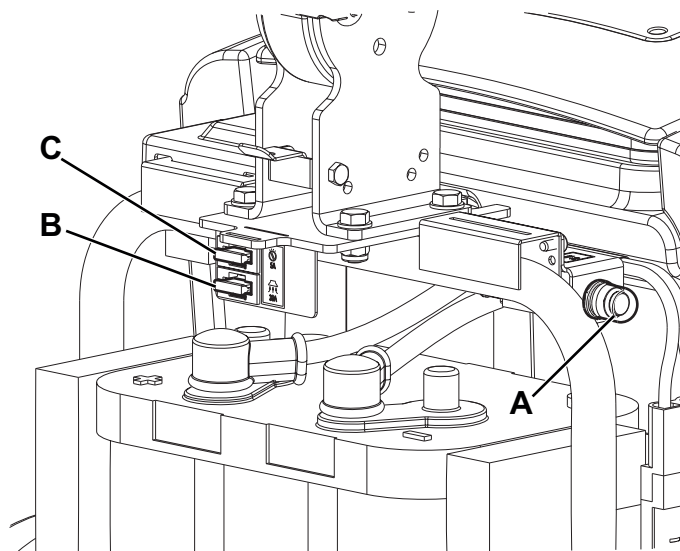

Abbildung 8
2. Sicherstellen, dass sich der Wählkopf (31) in der Position „0“ befindet, den Steckverbinder der Batterie (7) trennen.
3. Abdeckung (4) öffnen und überprüfen, ob folgende Sicherungen (Abb. 8) möglicherweise ausgeschaltet oder defekt sind:
- (A): Selbstrückstellende Sicherung F1 (35 A), Bürstenmotor.
- (B): Messersicherung F2 (30 A), Ansaugmotor.
- (C): Messersicherung F3 (5 A), Hilfsbetriebe.